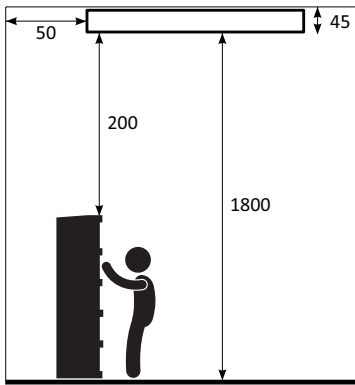
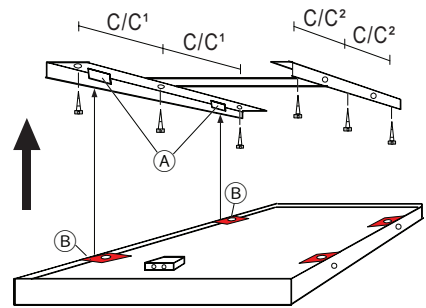

Fig.1b
Fig.4
3. Let the ENC hang vertically, fig.4, and connect the power supply cable to the 4mm² terminal block in the connection box (C) according to fig.1b, through the cable grommets (D).
4. Swing up, fig.4, and secure the heater horizontally into the H-bracket, fig.5, with the two supplied screws (E). Warning! Make sure that the fixings (B) do not become unhooked at the opposite side.
3. Lassen Sie die ENC vertikal hängen, fig.4, und verbinden Sie das Installationskabel mit dem 4 mm² Anschlussblock in der Anschlussbox (C) gemäß fig.1b durch die Kabeldurchführungen (D).
4. Hochschwenken, fig.4, und das Heizgerät mit den beiden mitgelieferten Schrauben (E) horizontal in der H-Halterung, fig.5, befestigen. Warnung! Stellen Sie sicher, dass die Befestigungen (B) auf der gegenüberliegenden Seite nicht ausgehakt werden.
3. Laisser pendre l'ENC, voir fig.4, et connecter le câble d'alimentation sur un bloc de connexion de 4 mm² dans la boîte d'alimentation (C) conformément au schéma de branchement, voir fig.1b, le tout au travers entrées de câble (D). Protéger le câble de connexion contre le contact avec les parties chaudes.
4. Remonter, voir fig.4, et fixer l'ENC dans son support, voir fig.5, à l'aide des 2 vis fournies (E). Attention! Vérifier bien que la fixation à l'opposé (B) ne se déboîte pas.
3. Laat de ENC verticaal hangen (fig.4) en sluit de voedingskabel aan op de 4 mm² aansluitblokken (C) volgens fig. 1b, door de wartels (D).
4. Draai het panel, fig.4, en zet het verwarmingspaneel horizontaal vast in de H-steun, fig.5, met de meegeleverde schroeven (E). LET OP: zorg dat de haken (B) niet los schieten aan de andere zijde.
3. Låt värmaren hänga i nedfällt läge, fig.4, och anslut installationskabeln till kopplingsplinten 4 mm² i kopplingsboxen (C) enligt schema, fig.1b, genom kabeltätningen (D). Vidarekoppling är möjlig.
4. Fäll upp värmaren, fig.4, och skruva fast den i H-takfästet, se fig.5, med de två medföljande skruvarna (E). Varning! Var uppmärksam på att vinkelfästena (B) på motsatta sidan inte hakas av.